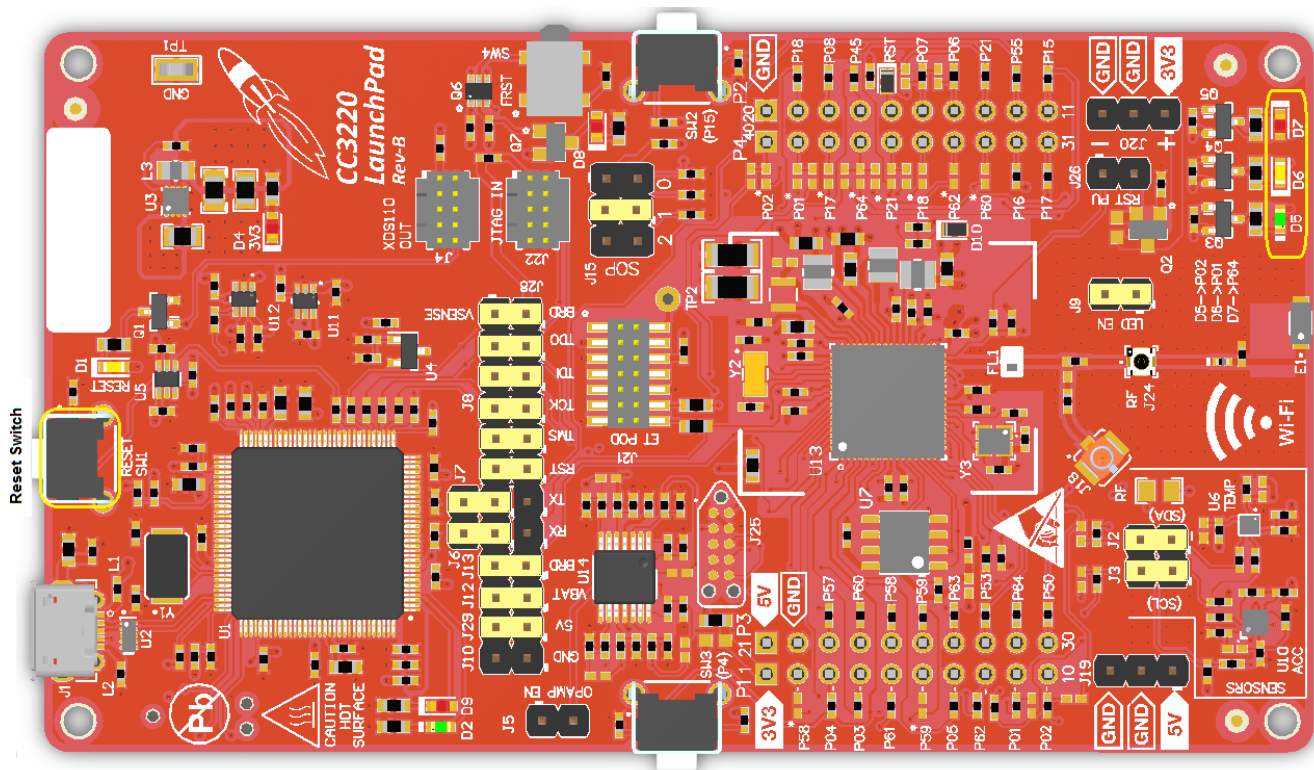

图 9. CC3220 默认跳线设置
- 已烧录 OOB 软件包且跳线设置正确的 CC3220 LaunchPad。通过 USB 供电时，请参见图 9。
1. 确保根据4 节编译设置。必须按照图 9 进行跳线设置。